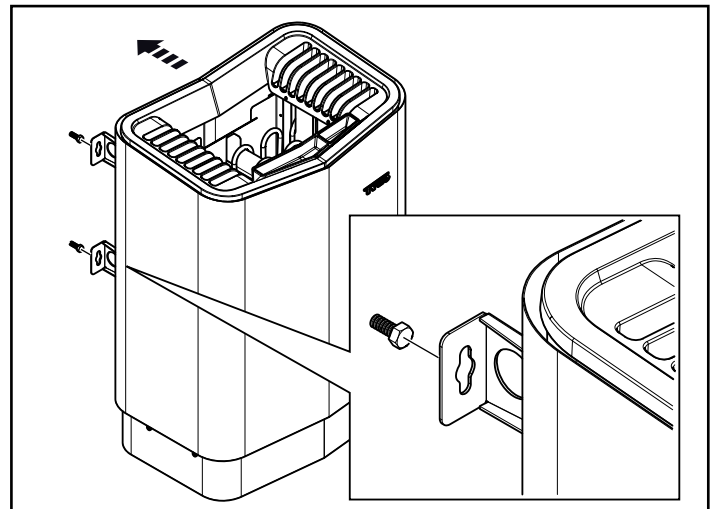

Abbildung 13: Hängen Sie die Heizung auf.
11. Hängen Sie die Heizung an den Schrauben auf (siehe Abb. 13).